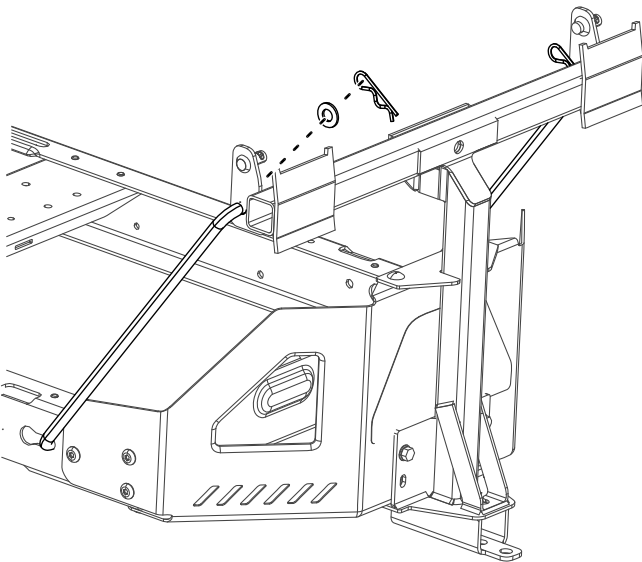

Bild 8
4. Setzen Sie das gebogene, flache Ende einer Stange in den verkeilten Schlitz an der linken Seite des Maschinenrahmens ein und bewegen die Stange nach hinten, damit sie im Rahmen sitzt (Bild 8).
5. Setzen Sie die gebogenen Enden der Stangen in die Anbaugerätbefestigung ein, wie in Bild 8 abgebildet, und befestigen Sie das Ende jeder Stange mit einer Scheibe und einem Splint.
2. Montieren Sie die Schwenkhalterungen am Drehrahmen (Bild 8).